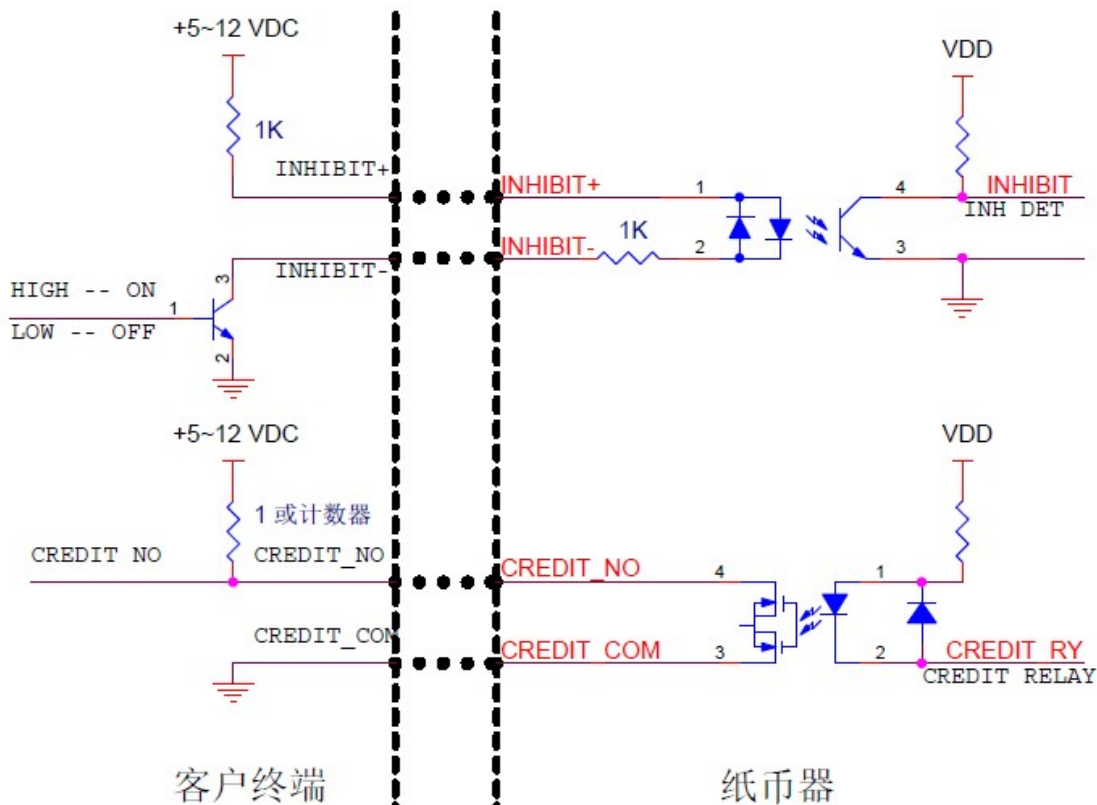

图 1.
(1) **Pulse** 脉冲接口客户端建议电路，见图1、图2.